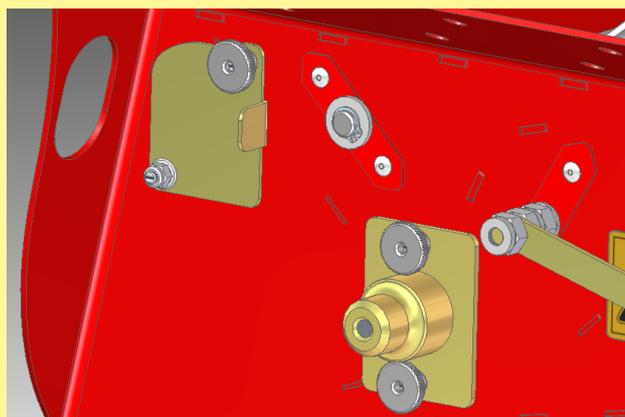

Рис. 32
- Установите снятые детали в обратном порядке (Рис. 32).